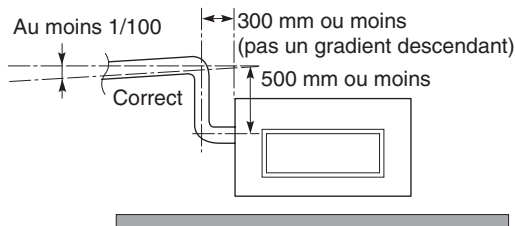

Fig. 3-15
- **Assurez-vous que l'orifice de vidange n'est pas un gradient descendant de la section du raccord (ce qui pourrait entraîner un bruit anormal). (Fig. 3-15)**
- **S'il est nécessaire d'augmenter la hauteur du tube de vidange, la section directement après l'orifice de connexion peut être levée d'un maximum de 500 mm. Ne levez pas à plus de 500 mm, sous peine d'entraîner des fuites d'eau. (Fig. 3-15)**